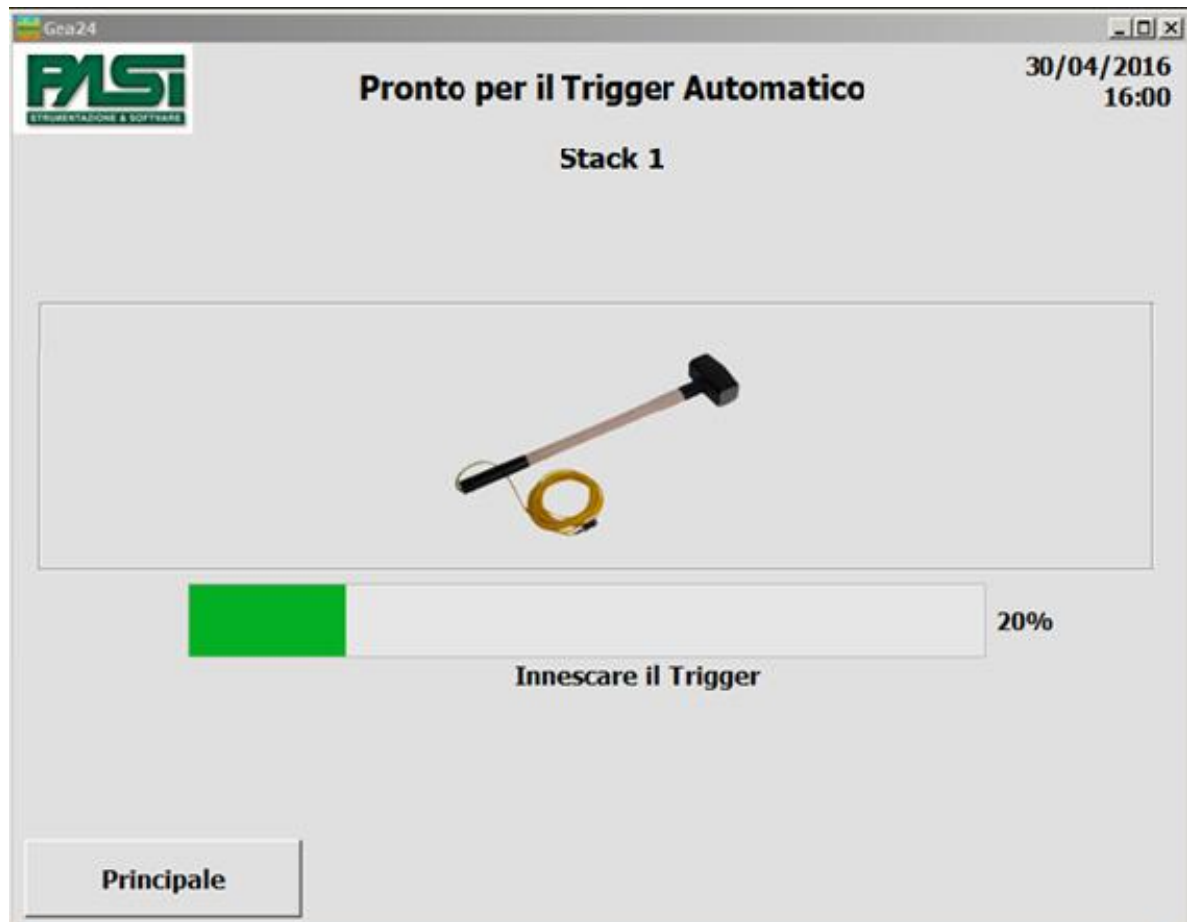

FIGURA 11 - FINESTRA DI INNESCO DEL TRIGGER AUTOMATICO.
- Acquisizione - Esce dalla funzionalità di monitoraggio del rumore e si porta sulla schermata di inizio acquisizione (vedi paragrafo 6.4.2.1 e figura 11) oppure, nel caso si stia realizzando un'acquisizione multipla, sulla schermata di gestione dei parametri SEG2 (6.5.1).